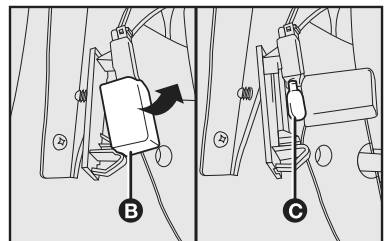

fig. 24
- abrir a cobertura da lâmpada **B-fig. 24** e substituir a lâmpada **C-fig. 24** inserida a pressão;
- fechar a cobertura **B-fig. 24** no grupo transparente;